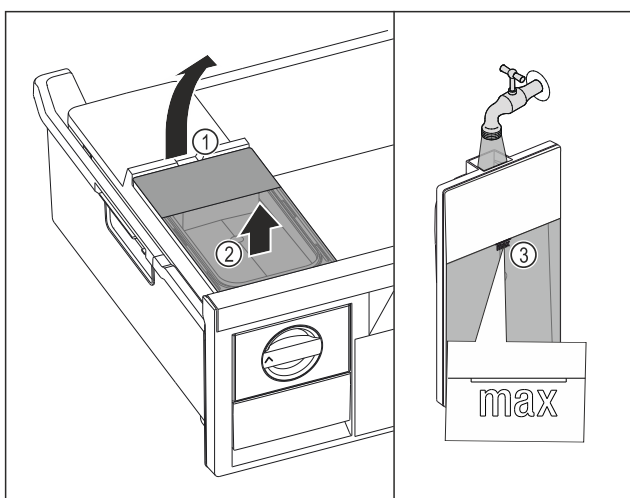

Fig. 48
- ▶ Zvedněte nádržku na vodu za vybrání Fig. 48 (1).
- ▶ Vyměňte nádržku na vodu nahoru. Fig. 48 (2)
- ▶ Naplňte nádržku na vodu pitnou vodou až po značku Fig. 48 (3).